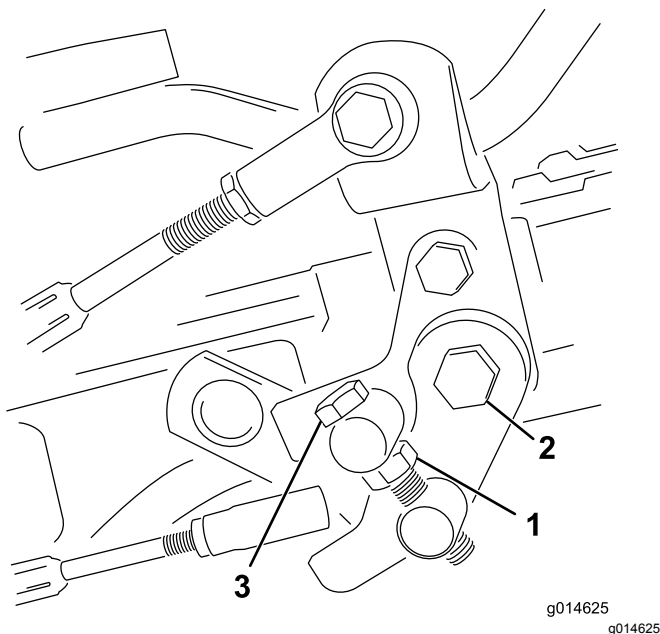

Figura 49
1. Liberte a porca de retenção do parafuso do eixo (**Figura 49**).
4. Aperte a porca de retenção no parafuso do eixo e a porca na articulação do pedal para bloquear o ajuste (**Figura 49**). Verifique o ajuste e ajuste se for necessário.